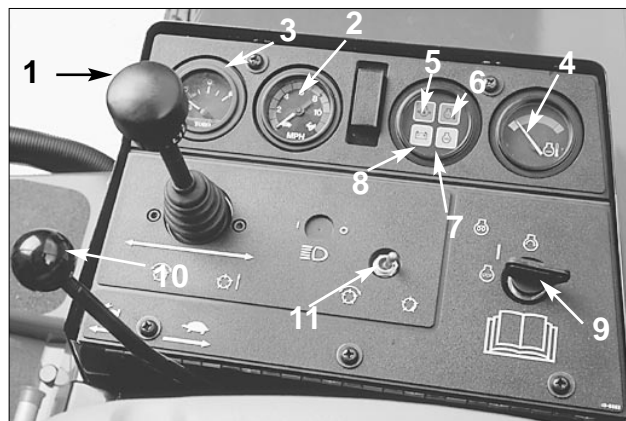

Fig. 10
**Håndtag til at sænke-klippe/løfte klippeenheder** (Fig. 10)—Med dette håndtag løftes og sænkes klippeenhederne. Endvidere starter og standser det knivcylindrene.
**Speedometer** (Fig. 10)—Viser maskinens kørehastighed.
**Brændstofmåler** (Fig. 10)—Viser hvor meget brændstof der er i tanken.
**Kontrollampe for lavt motorolietryk** (Fig. 10)—Angiver, at motorens olietryk er faldet under et farligt lavt niveau.
**Kontrollampe for kølevandstemperatur** (Fig. 10)—Hvis kølevandets temperatur stiger over et farligt højt niveau, lyser kontrollampen og motoren standser.
**Gløderørskontrollampe** (Fig. 10)—Lys, når gløderørene er aktiverede.
**Ladekontrollampe** (Fig. 10)—Lys, når der er en fejl i systemets ladekredsløb.
**Tændingskontakt** (Fig. 10)—Med 3 stillinger: AFBRUDT (OFF), TILSLUTTET/forvarme (ON/Preheat) og START.
**Gasregulator** (Fig. 10)—Føres fremad for at øge motorhastigheden og tilbage for at mindske den.
**Til/frakoblingskontakt** (Fig. 10)—Anvendes sammen med håndtaget til at sænke-klippe/løfte klippeenhederne for at betjene knivcylindrene.